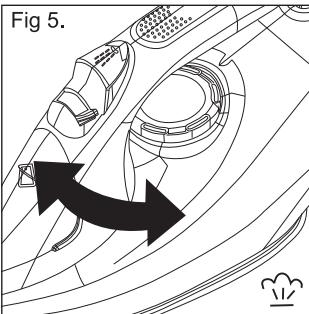

Fig 6.
- Accionar el mando de autolimpieza, y mantenerlo pulsado (Fig. 6).